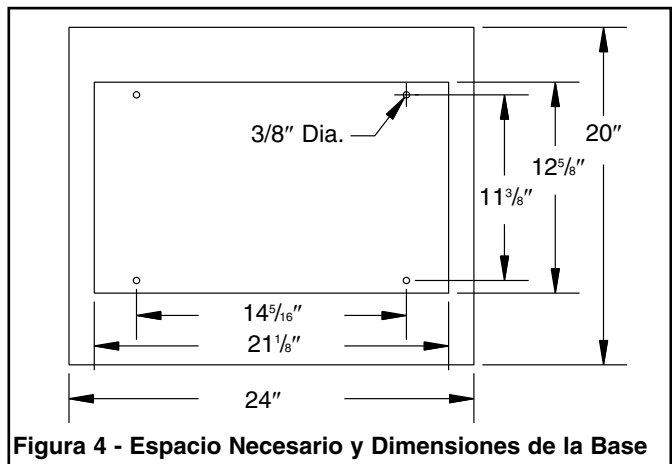

Figura 4 - Espacio Necesario y Dimensiones de la Base
Vea la Figura 4.
- La Figura 4 muestra las dimensiones de la base, los orificios de montaje y el espacio necesario para colocar el conjunto de la mesa en posición horizontal.